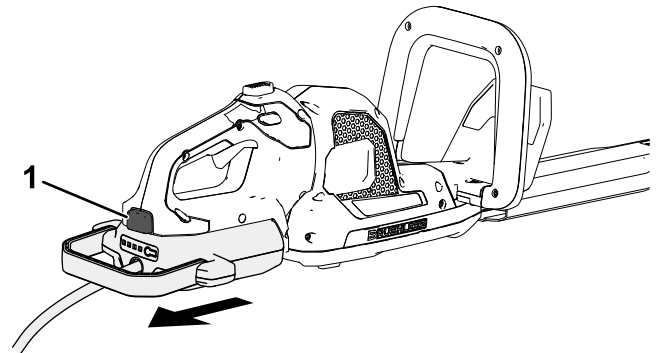

Bild 6
1. Drücken Sie den Verriegelungsknopf am Gerät und ziehen Sie den Akkuanschluss vom Gerät ab (Bild 6).